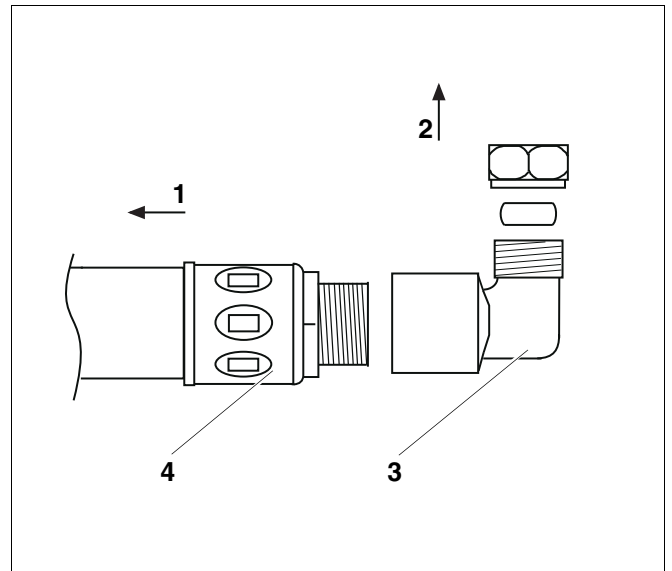

Abb. 3 Kompletstation an den Speicher anschließen
- Nehmen Sie den Anschluss an den Speicher mittels der Winkel-Klemmringverschraubung vor (Abb. 3, **Pos. 3**).
- Schrauben Sie die Winkel-Klemmringverschraubung (Abb. 3, **Pos. 3**) an den Speicheranschluss (Abb. 3, **Pos. 4**) an, um den Speicher mit der Kompletstation zu verbinden.